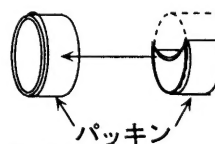

図5
- ②パッキンを図のように内側に変形させ、片側のパッキンをチューブから外してください。(図5)